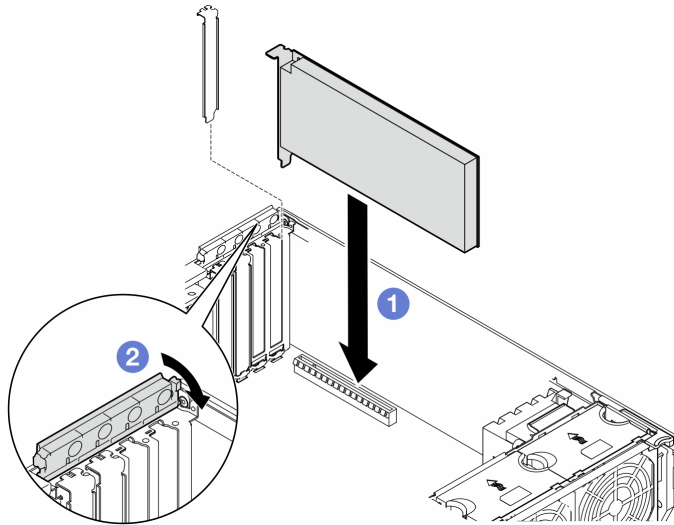

Figure 94. Installation d'un adaptateur PCIe HL
- Pour remplacer un adaptateur PCIe existant, consultez directement la procédure d'installation : Figure 94 « Procédure d'installation d'un adaptateur PCIe HL » à la page 125